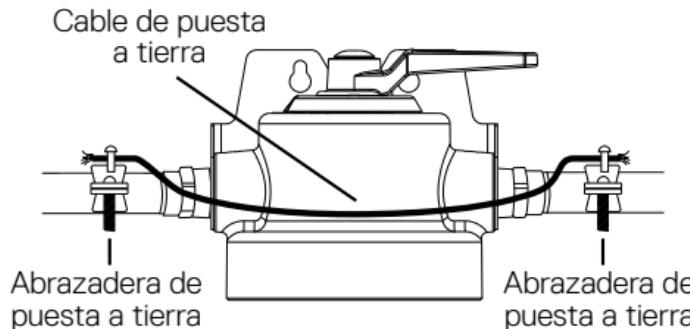

Figura 3
Connectez le fil de mise à la terre aux deux serres de mise à la terre, à l'aide du terminal à vis sur chaque serre de mise à la terre. Serrez solidement.(ver Figura 3.)
5. Para la instalación en tuberías metálicas: Instale una grapa de bajada a tierra en la sección de tubería de agua de metal entrante y una en la sección de tubería de agua de metal saliente. Cerciórese de que la cabeza del filtro, los accesorios y las válvulas se encuentren entre las dos abrazaderas de puesta a tierra. (ver Figura 3)